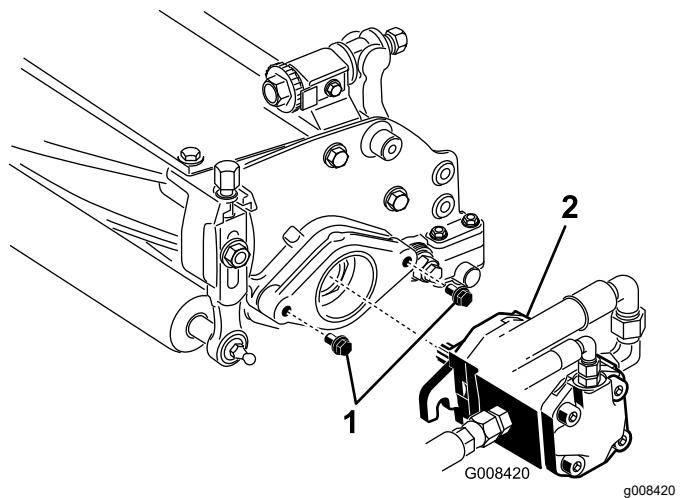

Figura 9
7. Asegúrese de que quedan aproximadamente 13 mm de rosca a la vista en cada perno de montaje del motor de transmisión del molinete (Figura 9).
8. Recubra de grasa limpia el eje del motor e instale el motor girándolo en sentido horario de manera que las bridás del motor no choquen con los espárragos. Gire el motor en sentido antihorario hasta que las bridás rodeen los espárragos (Figura 9).
9. Apriete los pernos de montaje (Figura 9).